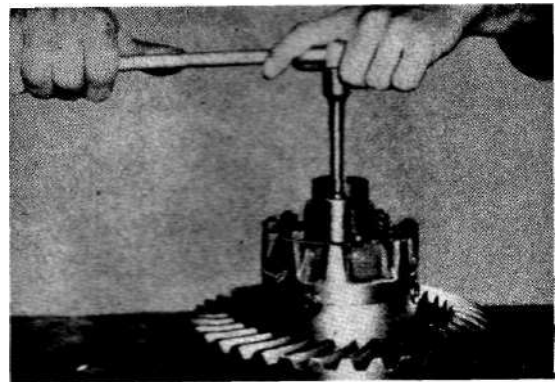

Bild 4-344
- 25* Muttern für Sechskantschrauben für Ausgleichgehäuse lösen, (Bild 4-344)